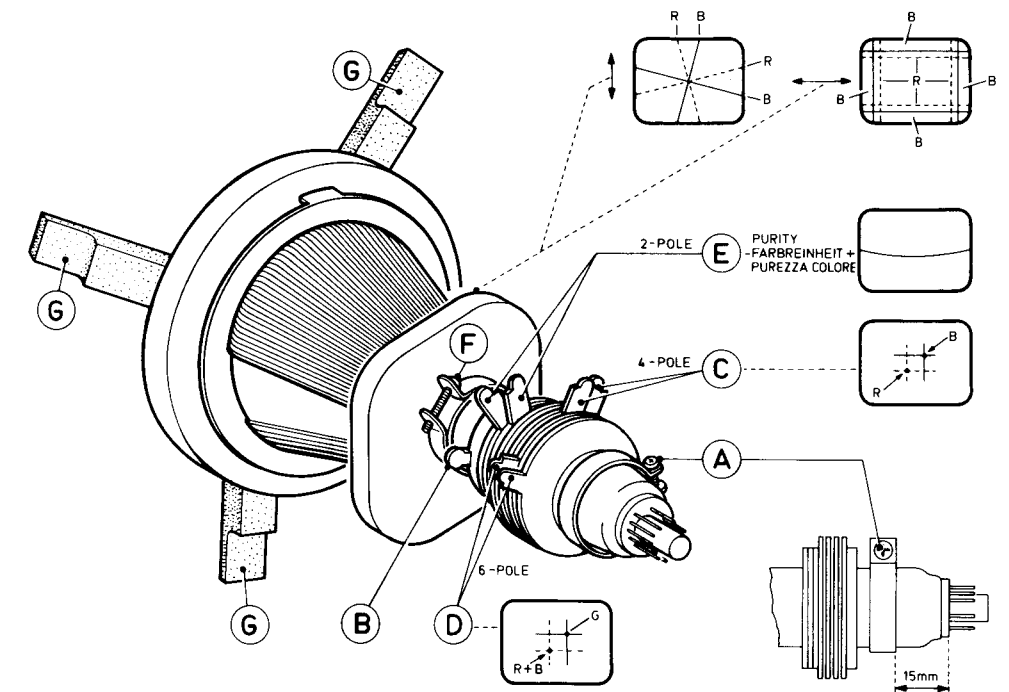

Fig. II-4
Die hiernach beschriebenen Farbreinheits- und Konvergenzeinstellungen braucht man nur durchzuführen wenn eine vollständig neue Einstellung notwendig ist oder wenn eine Bildröhre montiert worden ist. In andern Fällen - z.B. nach Ersatz der Ablenk-Unit, ist es meistens nicht nötig, die Gummikeilen (G in Abb. II-4) zu entfernen. Man braucht dann nur Korrekturen mit der Multipol-Unit vorzunehmen.
I. Farbreinheit, siehe Abb. II-4
II. Statische Konvergenz (siehe Abb. II-4)